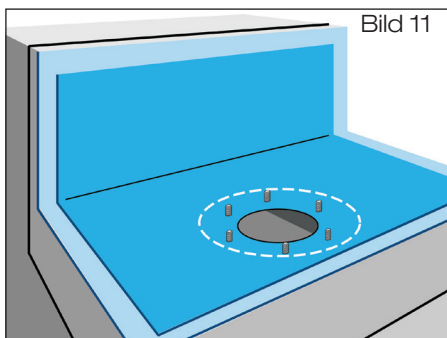

Bild 11
3.3 **Anschlussmanschette** bauseits aus vorhandener Kunststoff-Dachdichtungsbahn, Größe: 700 mm x 1000 mm, zuschneiden (Bild 11).